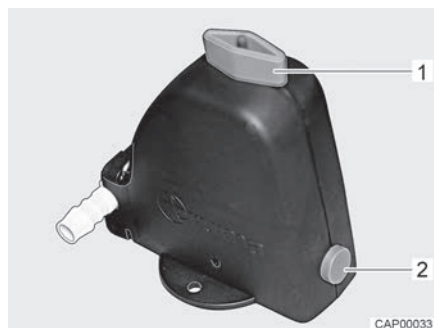
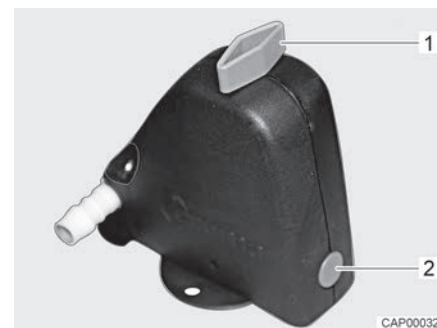

Fig. 107 Valve de sécurité et de vidange ouverte
Fig. 108 Valve de sécurité et de vidange fermée
- Fermer la valve de sécurité et de vidange. Tourner pour cela le bouton rotatif (Fig. 107,1) dans le sens transversal par rapport à la valve de sécurité et de vidange et enfoncer le bouton-poussoir (Fig. 107,2). La valve de sécurité et de vidange fermée est représentée à la Fig. 108. Lorsque la température descend en dessous de 6 °C, la valve de sécurité et de vidange ne peut pas être fermée.